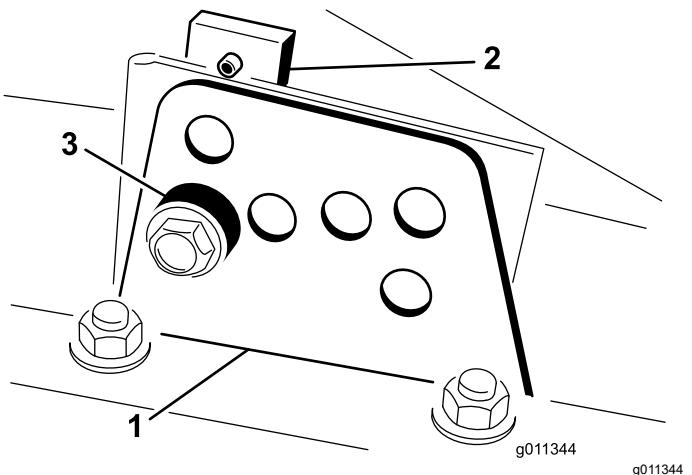

Figura 22
- 4. Sujetando la cámara, retire el espaciador (Figura 22).
2. Afloje el perno que sujeta cada soporte de altura de corte a la pletina de altura de corte (delante y en cada lado), tal y como se muestra en la Figura 22.